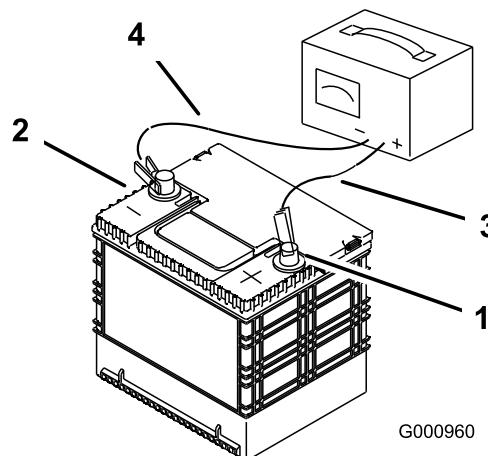

Figura 45
2. Quando la batteria è completamente carica, staccate il caricabatterie dalla presa elettrica e scollegate i cavi di ricarica dai poli della batteria (Figura 45).